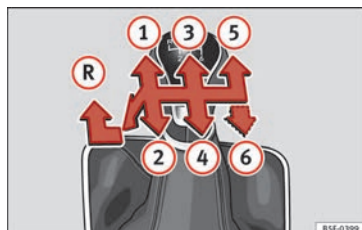

Fig. 52 Schema di un cambio manuale a 5 marce o a 6 marce.
Nella leva selettoria sono indicate le posizioni delle marce » **fig. 52**.
- Per inserire la retromarcia, con la leva selettoria in posizione di folle, spingerla verso il basso, muoverla a fondo a sinistra e quindi in avanti » **fig. 52 (R)**.